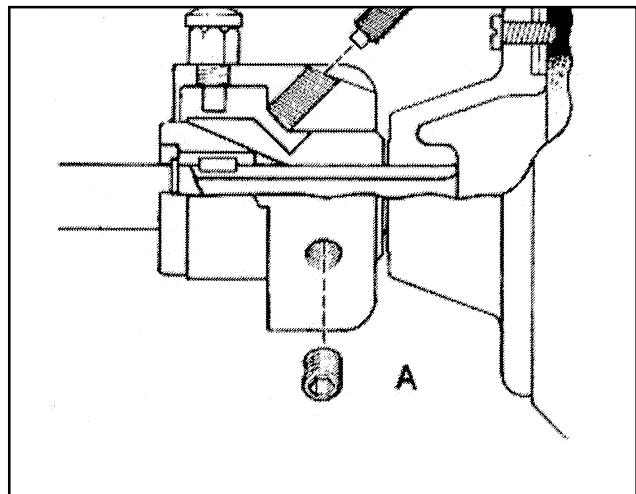

Fig. 8
Вследствие износа тормоза для обеспечения эффективного торможения требуется регулировка тормозного барабана на барабане для спиралю. Слегка отвернуть два регулировочных винта (A), повернуть регулировочный винт (B) по часовой стрелке для обеспечения надлежащего тормозящего действия, затем завернуть два регулировочных винта (A) и еще раз проверить затяжку регулировочного винта (B). (рис. 8).